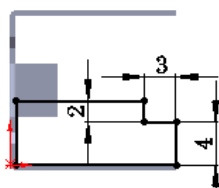

图 12.5.26 边线—法兰 4 草图
(3) 定义法兰参数。
① 定义法兰角度值。在 **角度(G)** 区域的  文本框中输入角度值 90.0。
② 定义长度类型和长度值。在“边线法兰”对话框**法兰长度(L)**区域的  下拉列表中选择 **给定深度** 选项, 在  文本框中输入深度值 4.0。
③ 定义法兰位置。在 **法兰位置(N)** 区域中单击“材料在内”按钮 。
(4) 单击  按钮, 完成边线一法兰 4 的初步创建。
(5) 编辑边线一法兰 4 的草图。在设计树的  **边线-法兰4** 上右击鼠标, 在弹出的快捷菜单中单击“编辑草图”按钮 , 系统进入草图环境。绘制图 12.5.26 所示的草图。退出草图环境, 此时系统完成边线一法兰 4 的创建。